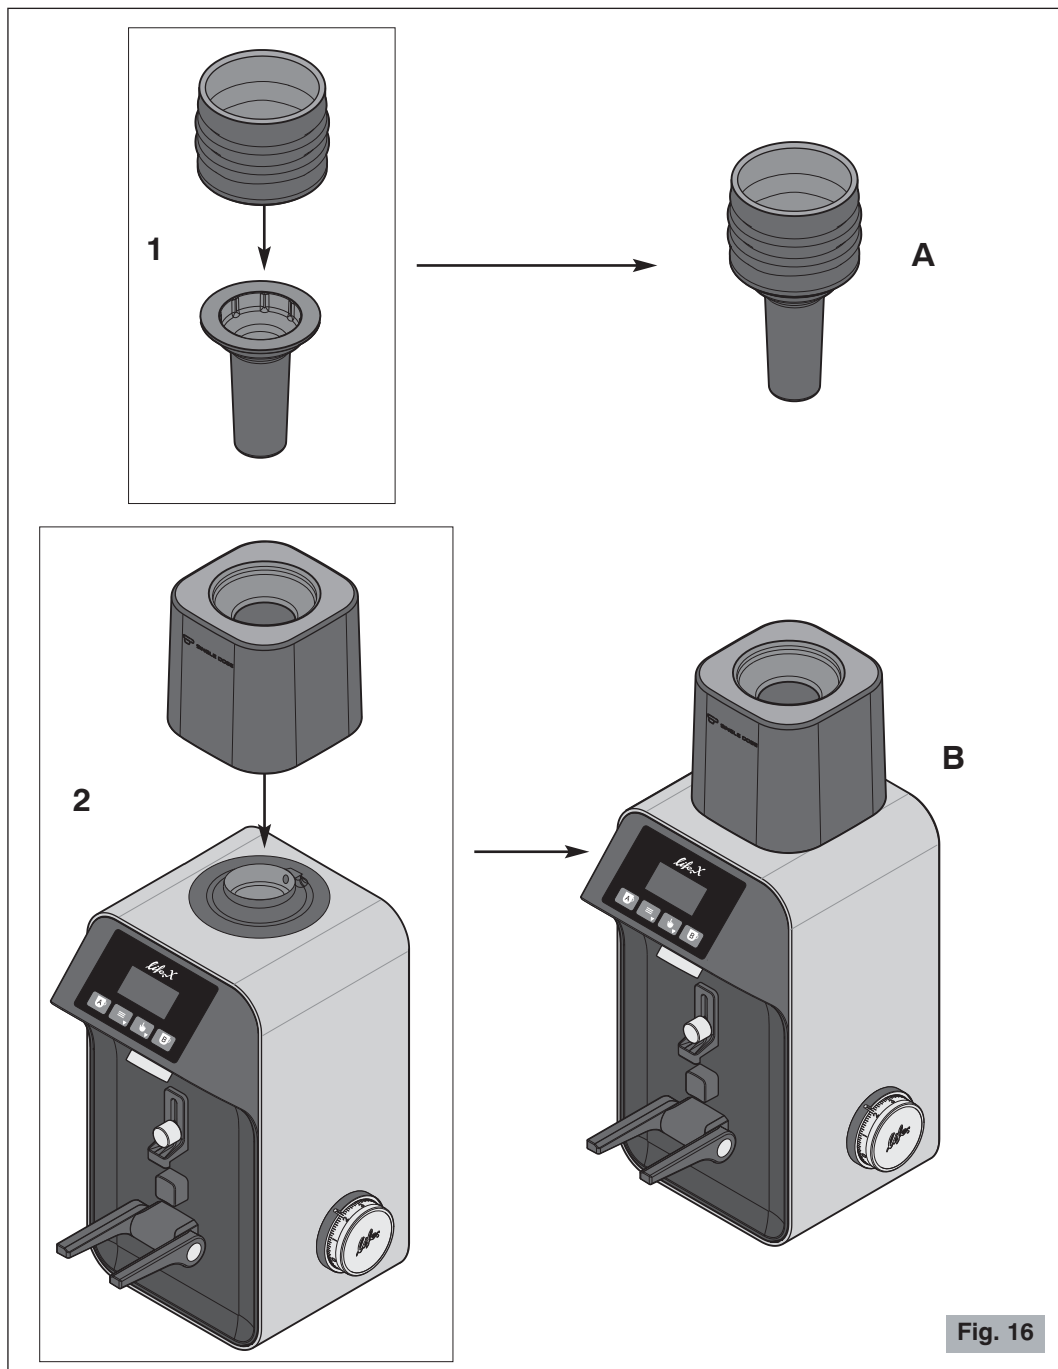

Fig. 16
5. Insérer le soufflet dans le pousse-grains (point 1 de la Fig. 16).
6. Positionner le support du kit dans son logement (point 2 de la Fig. 16).
- 4 Insérer l'ensemble soufflet-pousse-grains (A Fig. 16) dans la bouche d'entrée du support en le laissant reposer sur les grains de café (Fig. 16a).
-  **Ne jamais** opérer sans la cloche fixée par la vis appropriée (6a, Détail A Fig. 3) ou sans avoir positionné le support du kit dose unique (point 2 Fig. 16).